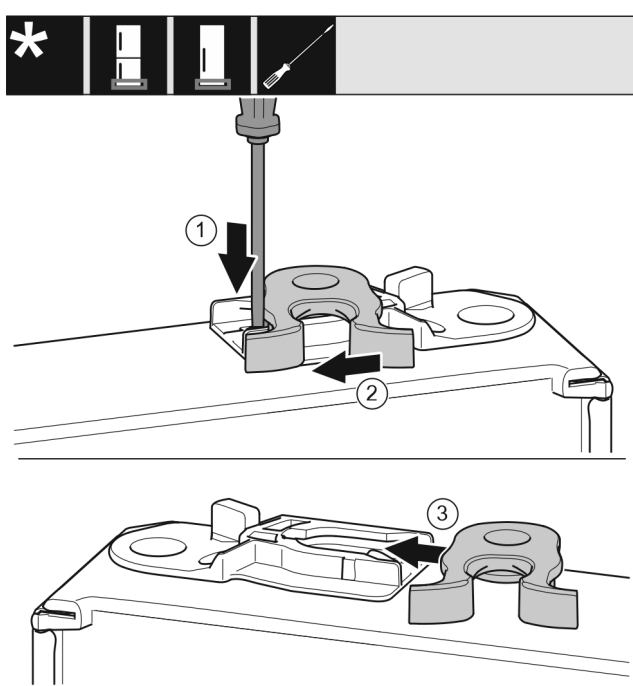

Fig. 17
- Nyomja le a fedőlemezt csavarhúzóval. Fig. 17 (1)
- Húzza ki a záróhorgot a vezetősínből. Fig. 17 (2)
- Tolja be a záróhorgot a vezetősínbe a másik oldalon. Fig. 17 (3)